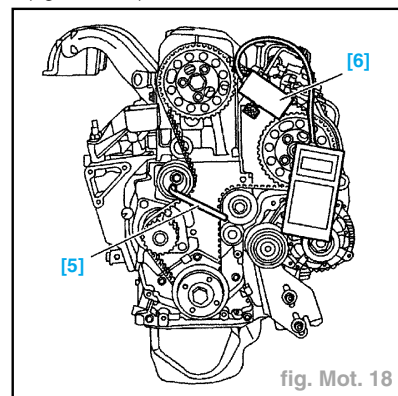

fig. Mot. 18
- Serrer les vis (7) et (8) à **0,5 daN.m.**
- Agir sur le galet tendeur pour effectuer une tension de la courroie à **100 unités SEEM**, à l'aide des outils [5] 4507-TJ et [6] 4122-T (SEEM C.TRONIC 105.5) (fig. Mot. 18).
- Effectuer la tension finale de la courroie à 55 ± 5 unités SEEM, à l'aide des outils [5 et 6] (fig. Mot. 18).
- Déposer les outils [5 et 6] (fig. Mot. 18).